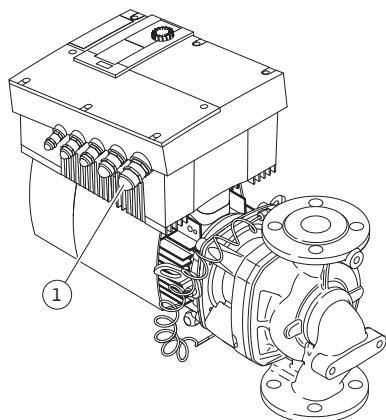

Fig. 28: Kabelverschraubung M25
- Die Netzanschlussleitung ist durch die Kabelverschraubung M25 (Fig. 28, Pos. 1) zu führen.